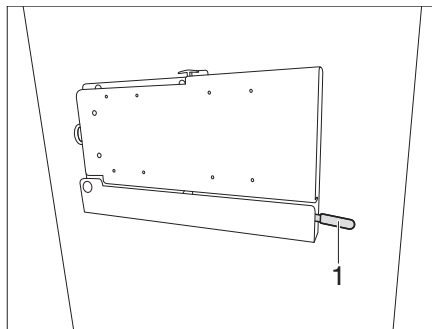

Figure 133 Support à bras articulé (variante 3)
- Pousser le levier (Figure 133,1) vers le bas.
- Repousser le levier (Figure 133,1) vers le dispositif de blocage vers le haut.